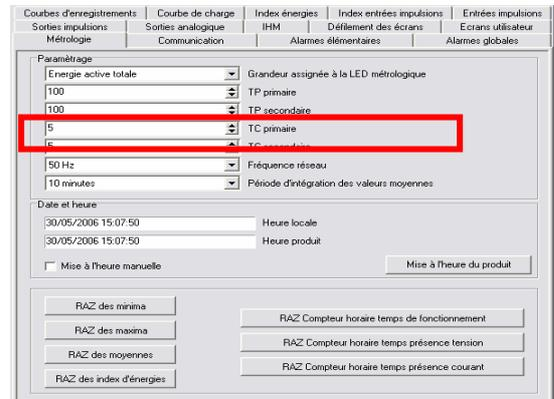

Abbildung 18-4: Wiederholung des Index „Einstellungen/Metrologie“ und dem Bereich für die Definition der Integrationszeit.
- **Mittelwert des Empfängers**: Durchschnittswert der Quadranten 1 und 4, der während der im Index *Einstellungen/Metrologie* definierten Periode integriert wird (siehe Paragraph 16.3.1.7, Seite 55 oder unter Abbildung 18-4).